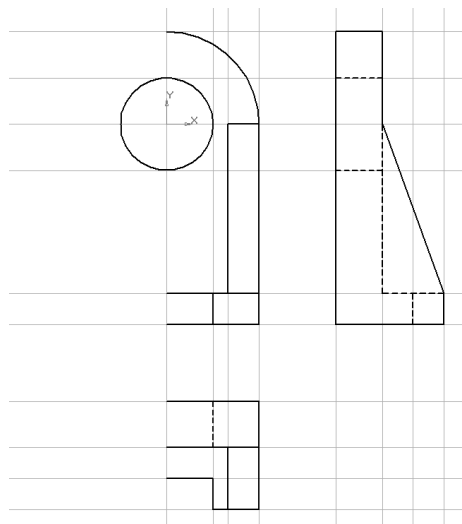

Рис. 2.20
4. **Начертание невидимых линий (пунктирной линией)**. Щелчком мыши по окну **Стиль** измените стиль линии с **Основная** на **Штриховая осн.** и проведите ей невидимые линии в двух видах (рис. 2.20).